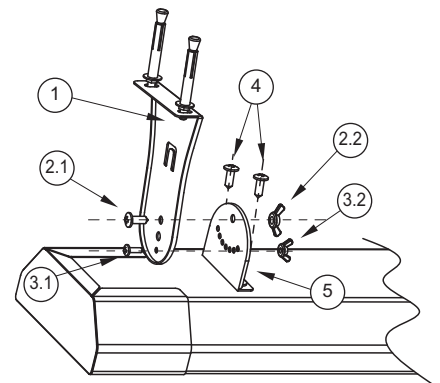

Рис. 8
5. Зафиксируйте крепление на левой задней части корпуса, используя 2 болта М6×10. То же самое повторите на правой стороне.(См. рис. 8)
6. Соедините верхнюю часть крепления с кронштейном, используя 1 болт М6×15 и гайку-бабочку М6. То же самое повторите на правой стороне.(См. рис. 8)
7. Соедините нижнюю часть крепления, используя 1 болт М4×15 и гайку-бабочку М4. То же самое повторите на правой стороне. Установка обогревателя завершена.(См. рис. 8)